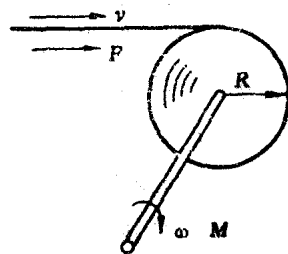

图 1-5 恒功率负载示意图
(3) 恒功率负载。它的特点是转矩与转速成反比关系，但其乘积（功率）近似保持不变，如图 1-4 (b) 中的曲线 3 所示。例如卷取机（造纸，卷纸等）及力矩马达式电缆卷筒等属于这一类。因为要求随着卷筒直径的不同而仍然能够保持张力和线速度不变（松紧一致）则转矩与角速度就必须同时改变：卷筒小时转矩小，角速度大；卷筒大时转矩大，角速度就要小。如图 1-5 所示，即  $M$  大时  $\omega$  小， $M$  小时  $\omega$  大，而乘积  $P = M \cdot \omega$  保持不变，所以称为恒功率负载。